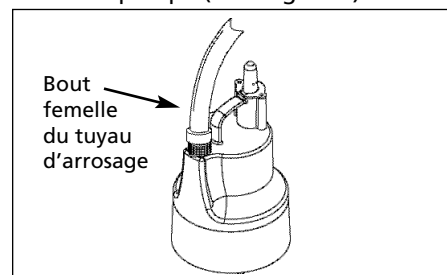

Figure 2
1. Cette pompe est conçue pour le branchement à un tuyau d'arrosage ordinaire. Fileter le bout femelle du tuyau d'arrosage au décharge mâle sur la pompe (Voir Figure 2).